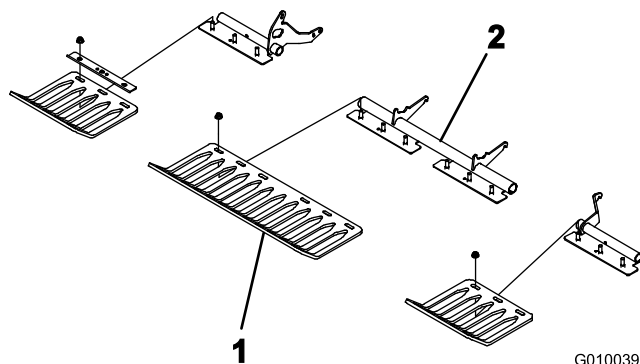

Рисунок 23
3. Свободно установите травотбойники на кронштейны с помощью 4 зажимов и 12 гаек с фланцем (Рисунок 23). Не затягивайте детали крепления.
Примечание: Зажимы травотбойников и гайки с фланцем поставляются прикрепленными к кронштейнам травотбойников (Рисунок 23).